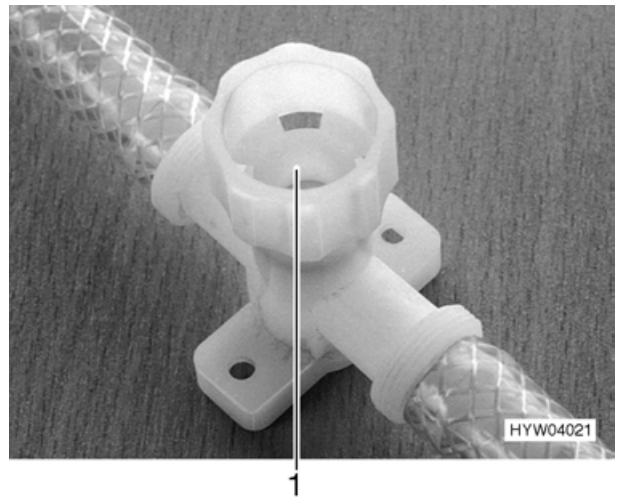

Bild 81 Ablassventil (Swing/Nova)
- Das Ablassventil an der Ventilkappe (Bild 81,1) im Uhrzeigersinn zudrehen. Einbauort siehe Kapitel 10, "Lage der Ablassventile".